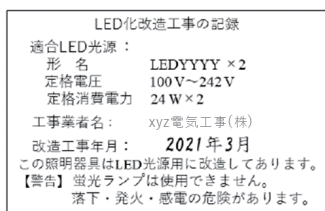

図 5
- 1) 適合する LED 光源の形式(光源の製造事業者名)、及び蛍光灯ランプの取付けが不可である旨(図 5 参照)
- 2) LED 光源の定格電圧、定格消費電力、工事業者名、工事年月など(図 5 参照)